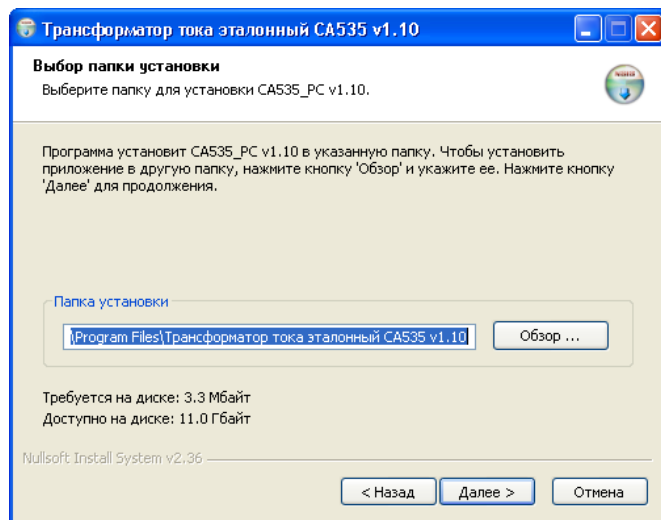

Рисунок 6.8
2) Определить место размещения ПО, для чего в следующем окне (рисунок 6.8) следует либо согласиться с предлагаемой по умолчанию папкой "C:\Program Files\Трансформатор тока эталонный", либо выбрать другой вариант, щелкнув по кнопке **Обзор...**. Для продолжения выполнения программы установки ПО щелкнуть по кнопке **Далее>**.